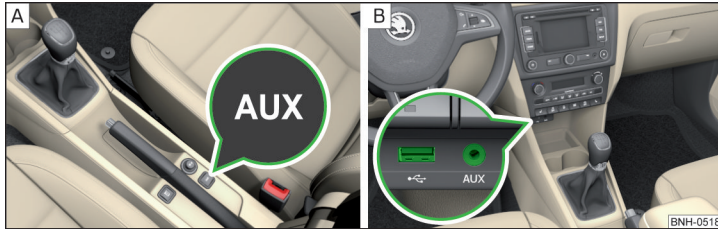

Abb. 83 Einbauorte der Eingänge: AUX / MDI (AUX und USB)
Der USB-Eingang befindet sich oberhalb des Ablagefachs in der Mittelkonsole vorn » Abb. 83 - [B] und ist mit dem Symbol  gekennzeichnet.
► Zwischen den Sitzen in der Mittelkonsole vorn » Abb. 83 - [A].
► Oberhalb des Ablagefachs in der Mittelkonsole vorn » Abb. 83 - [B].